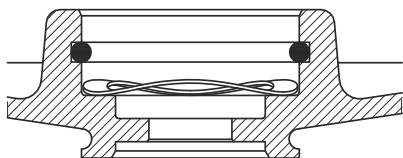

Fig. 8 Montage correct du ressort et du joint torique
1. Pousser le roulement (pos. 154) sur l'arbre (pos. 51).
2. Monter le ressort (pos. 158) et le joint torique (pos. 159). Voir fig. 8.